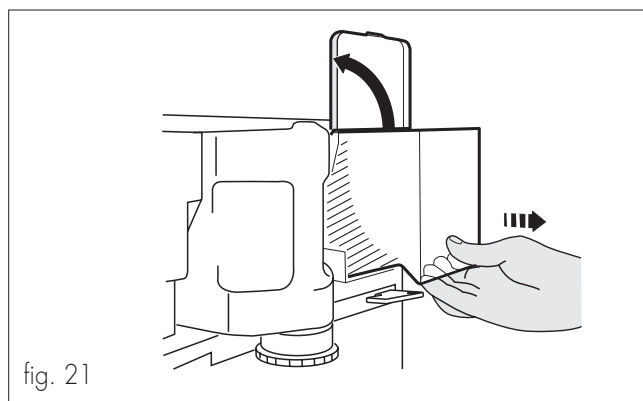

fig. 21
- Tirare verso l'esterno il contenitore del caffè, sollevare il coperchio e riempire il contenitore di caffè in grani (fig. 21).